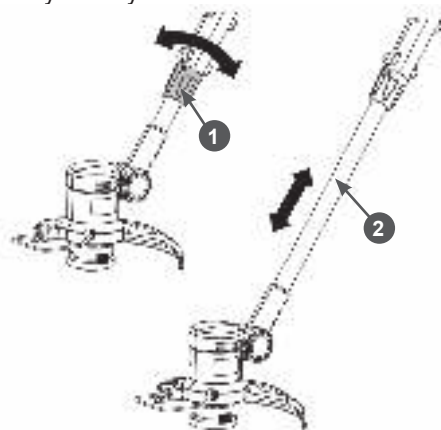

Рис. 6 Регулировка длины штанги
7. Отрегулируйте длину телескопической штанги. Открутите зажимную гайку 1 на 1-2 оборота и установите желаемую длину штанги 2 (Рис. 6). После этого снова закрутите зажимную гайку.